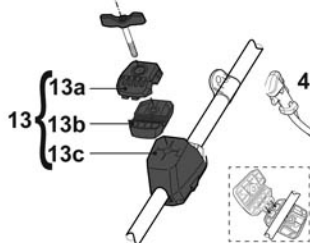

Fig. 1
- > Remova a cobertura (13a) e a placa (13b) do suporte inferior (13c) (fig. 1).